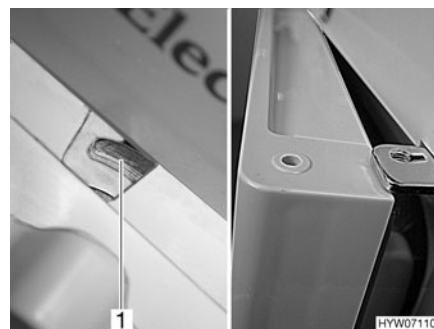

Fig. 200 Puerta del frigorífico/puerta del compartimento congelador en posición de ventilación (Dometic de la serie 7 con compartimento congelador separado)
- Empujar el bloqueo completamente hacia la derecha. La puerta del frigorífico/puerta del compartimento congelador se fija con ayuda del bloqueo de la puerta (Fig. 200,1). De este modo, la puerta del frigorífico/puerta del compartimento congelador quedará ligeramente abierta (Fig. 200).